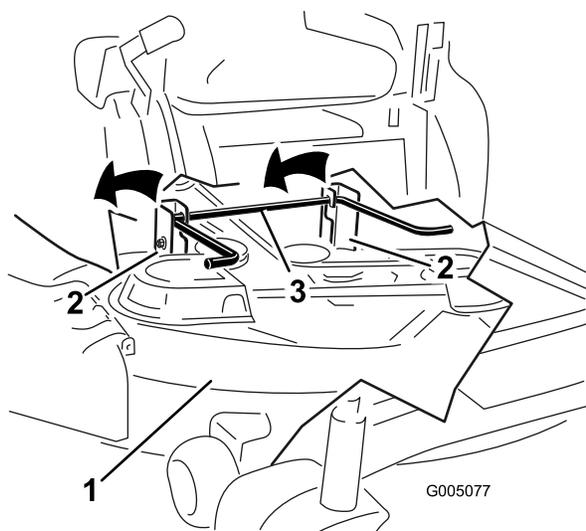

Figure 57
- En vous aidant des poignées, soulevez le tablier de coupe et les supports pour les dégager de la tige de levage arrière et abaissez le tablier au sol avec précaution (Figure 57).
- Soulevez l'arrière du tablier de coupe et guidez les supports sur la tige de levage arrière (Figure 57).